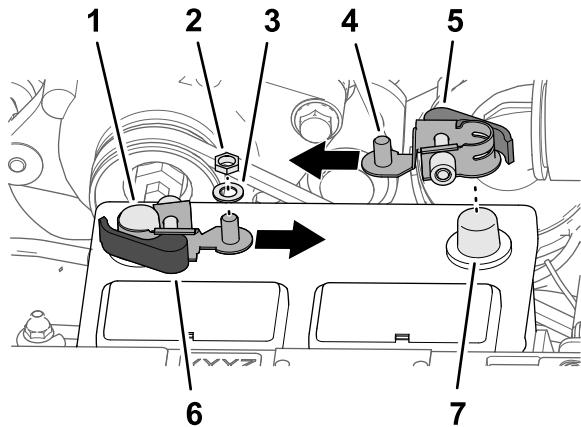

Figura 207
1. Rimuovete i dadi esagonali e le rondelle dai morsetti ad attacco rapido della maniglia nera (Figura 207).
3. Montate il morsetto ad attacco rapido sul polo negativo della batteria con il polo filettato del morsetto allineato verso il centro della batteria, come illustrato nella Figura 207.